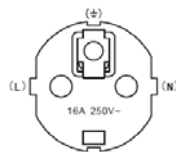

Figure 8: Illustration des branchements à effectuer sur la fiche.
- Ouvrir la fiche et brancher les cordons d'alimentation de la pompe à chaleur aux bornes. S'assurer que les branchements électriques sont effectués en respectant ce qui est indiqué sur la figure suivante, Figure 8. Nom des bornes: